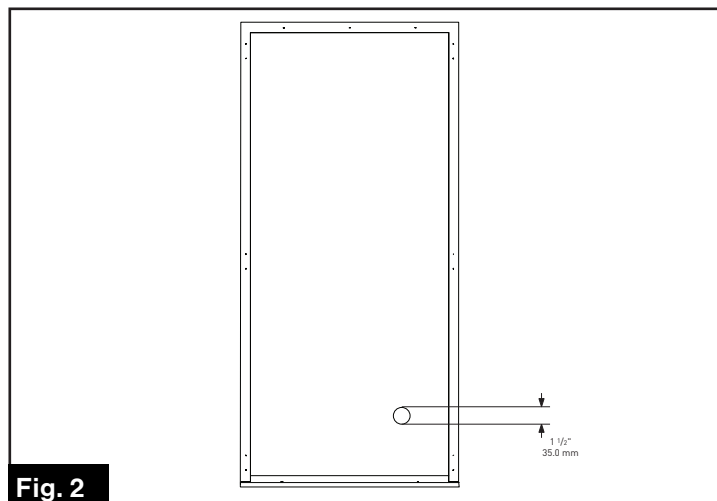

Fig. 2
3. Percez un trou de 1½" po sur la paroi du véhicule à l'aide d'une scie-cloche. (Fig. 2) Dépliez le cordon d'alimentation de l'orifice de coupe et branchez-le au réfrigérateur (voir la section « Connexion électrique » pour plus de détails).